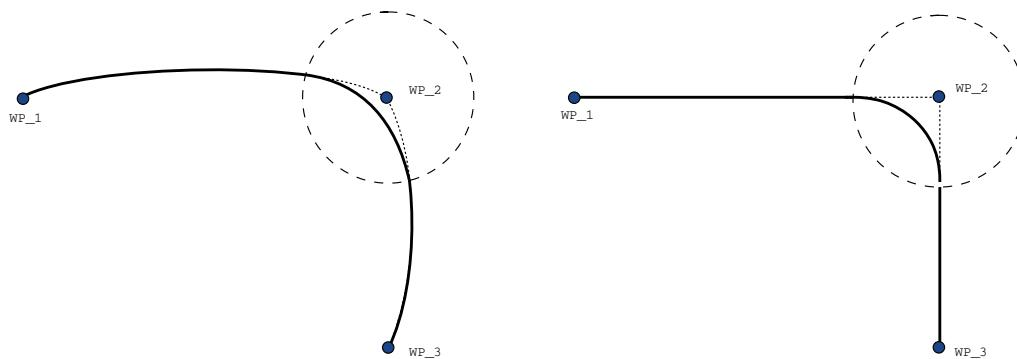

Figura 16.6: Movimento e união do espaço de articulação (MoveJ) versus o espaço cartesiano (MoveL).
A união de espaço de articulação simples (item 1) versus a união de espaço cartesiano simples (item 3) é comparada na figura 16.6. Ela mostra dois caminhos potenciais da ferramenta para conjuntos de pontos de rota idênticos.